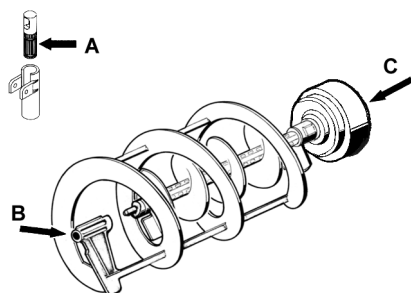

figura 11
- 2 Lubrificare il pistone rubinetto, il raschiatore interno e quello esterno (nei punti A, B e C indicati in figura 11) utilizzando esclusivamente il grasso fornito dal fabbricante o altro grasso per uso alimentare.